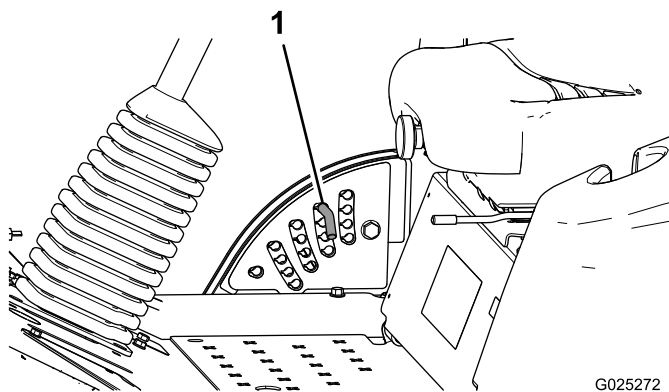

Figure 2
2. Pour régler la hauteur de coupe, tournez la goupille de butée jusqu'à ce que la saillie s'aligne sur les fentes dans les trous du support de hauteur de coupe et déposez-la (Figure 2).
3. Placez la goupille dans le trou du support correspondant à la hauteur de coupe voulue et tournez-la pour la verrouiller en place (Figure 2).
**Remarque:** Il y a quatre rangées de trous (Figure 2). La première rangée donne la hauteur de coupe indiquée au-dessus de la goupille. La deuxième rangée donne la hauteur indiquée plus 6 mm. La troisième rangée donne la hauteur indiquée plus 12 mm. La dernière rangée donne la hauteur indiquée plus 18 mm. Un seul trou,